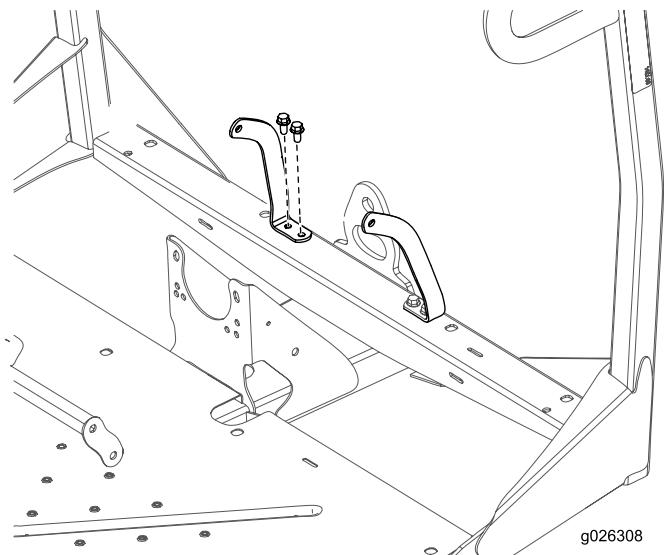

図 9
4. 左右のシートベルトアンカーを前フレームに固定する; ボルト3/8インチ4本とナット3/8インチ4個を使用する 図9。